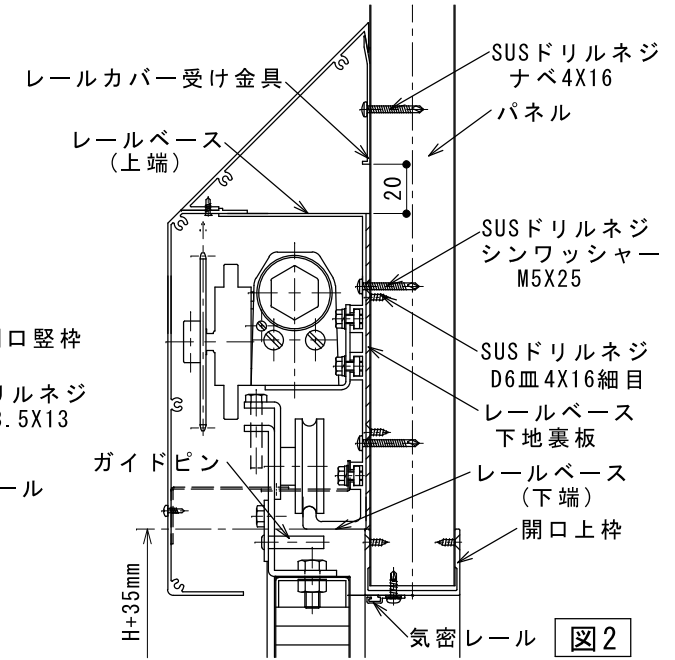

図2
- 4-5 ドア吊り込み後、脱落防止ブラケットのガイドピンとレール下部の隙間が1~1.5mmになるよう調整する。(図2参照)